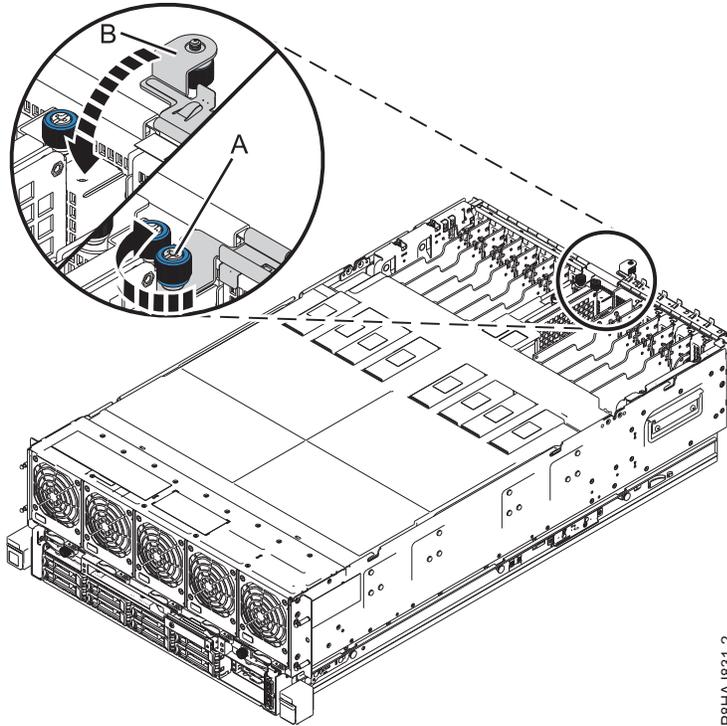

Figura 15. Cierre del pestillo de E/S
2. Cierre el pestillo de acceso de servicio (B) empujándolo hacia el chasis tal como muestra la Figura 15 en la página 37.
3. Apriete el tornillo de mano (A) girándolo en la dirección que se muestra para fijar el pestillo al chasis.